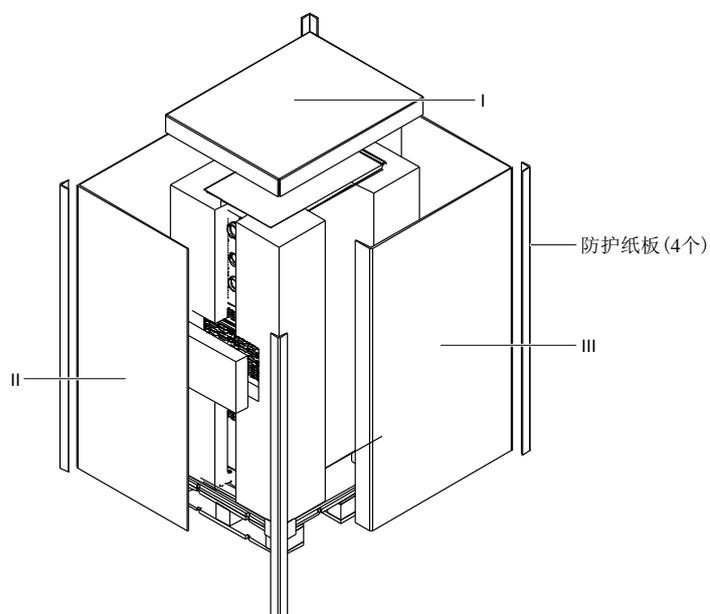

图2-3 拆除防护纸板
2. 如图 2-3 所示，拆除纸箱 (I、II、III)、缠绕机柜的塑料薄膜、四角的防护纸板。以 30~40kVA 机柜为例。